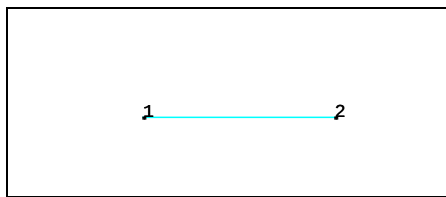

图 12-16 单元模型
⑪创建梁单元: Main Menu > Preprocessor > Modeling > Create > Elements > Auto Numbered > Thru Nodes, 弹出“Elements from Nodes”拾取菜单。用鼠标在屏幕上拾取编号为 1 和 2 的节点, 单击“OK”按钮, 屏幕上在节点 1 和节点 2 之间出现一条直线。此时屏幕显示如图 12-16 所示。